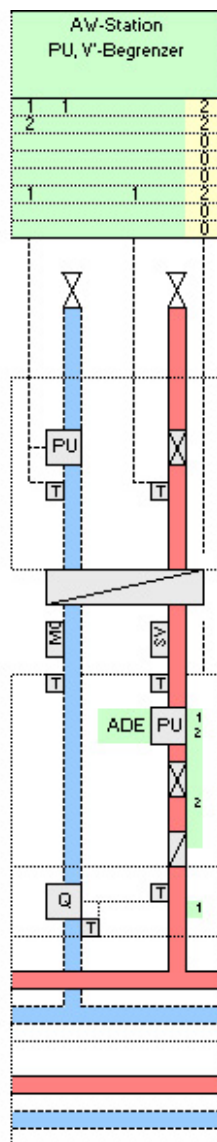

Bild 16
16. Abwärmenutzung (AW) (Bild 16)